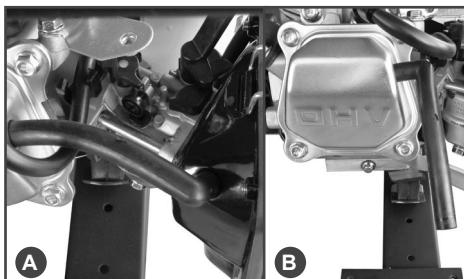

Рис. 19 Трубка сапуна
- Отсоедините трубку сапуна (вентиляции картера) от крышки клапанов двигателя и корпуса воздушного фильтра (Рис. 19А).
3. Вставьте трубку сапуна коротким концом в отверстие в крышке клапанов двигателя, а свободный длинный конец трубы направьте вниз (Рис. 19В). Отверстие в корпусе воздушного фильтра необходимо заглушить.